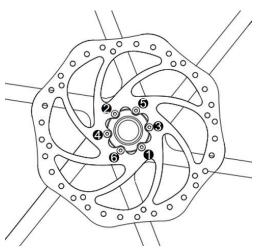
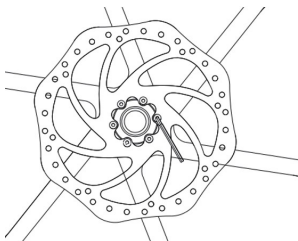

Figura 2-1 Secuencia de bloqueo del disco y del tornillo de fijación del disco
Figura 2-2 Llave hexagonal de 3 mm para apretar los tornillos de fijación del disco
- ① Instale el disco en el buje, tenga en cuenta que el logotipo del disco debe estar orientado hacia el exterior (rotación de la rueda en el mismo sentido que las flechas del disco) y, a continuación, utilice los tornillos de montaje del disco para bloquearlos ambos a medio apriete. Para garantizar la planitud del disco, los tornillos del disco deben apretarse alternativamente en posiciones opuestas.
- ② Usando guantes protectores, aplique algo de fuerza al disco en el sentido de las agujas del reloj mientras aprieta los tornillos de fijación del disco en orden diagonal (como se muestra en la Figura 2-1 y Figura 2-2).
- ③ Par de apriete del tornillo de retención del disco 60 kgf·cm (52 lbf·in).